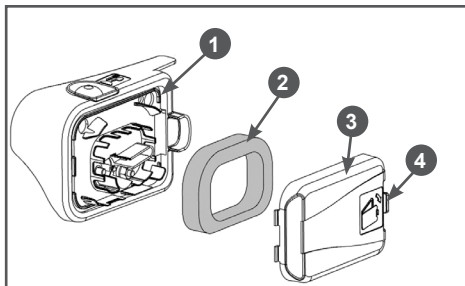

Рис. 12 Обслуживание воздушного фильтра
1. Нажмите на фиксатор 4 и снимите крышку 3 воздушного фильтра (Рис. 12).
2. Извлеките фильтрующий элемент 2 (Рис. 12).